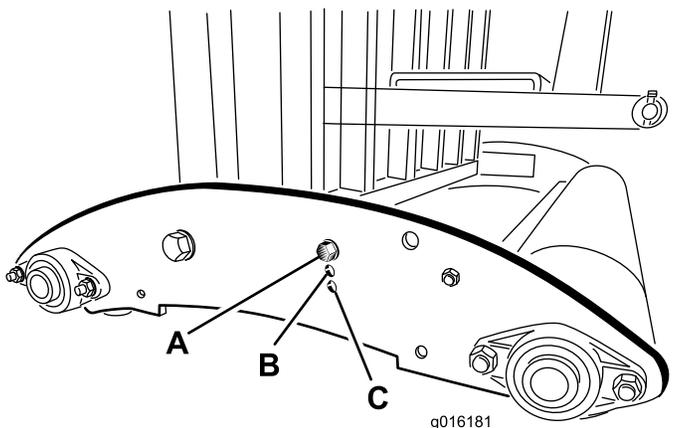

Figura 32
**Nota:** Sui modelli SR54-S e SR70-S, montate le estremità dei tubi sui fori di montaggio della piastra laterale inferiore se la profondità delle fustelle dell'aeratore è impostata sulla posizione A (Figura 32). Utilizzate i fori di montaggio superiori per impostare la profondità delle posizioni B o C.